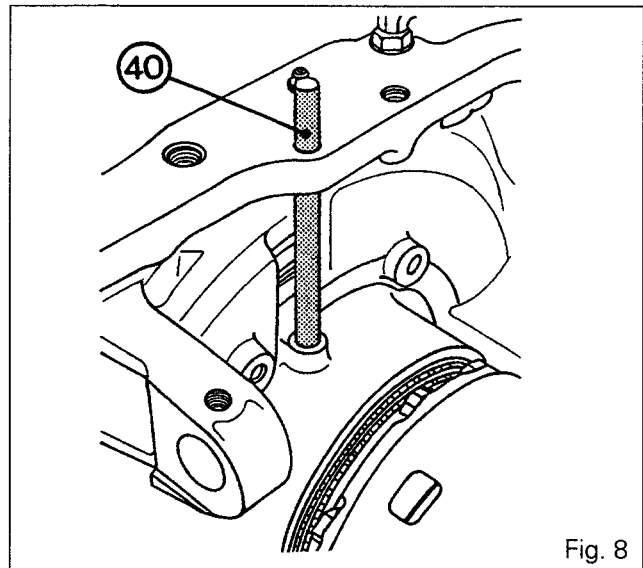

Fig. 8
36. Remove the pipe (40) (Fig. 8).